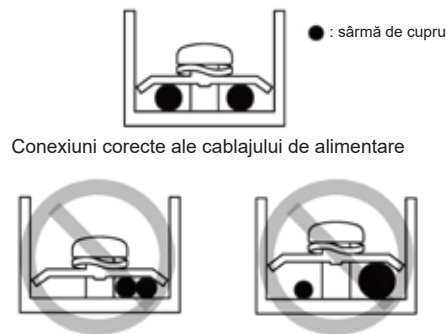

Figura 9.2
- Nu conectați două cabluri de alimentare cu diametre diferite la același terminal de alimentare (poate cauza supraîncălzirea firelor din cauza cablării slăbite) (consultați figura 9.2).